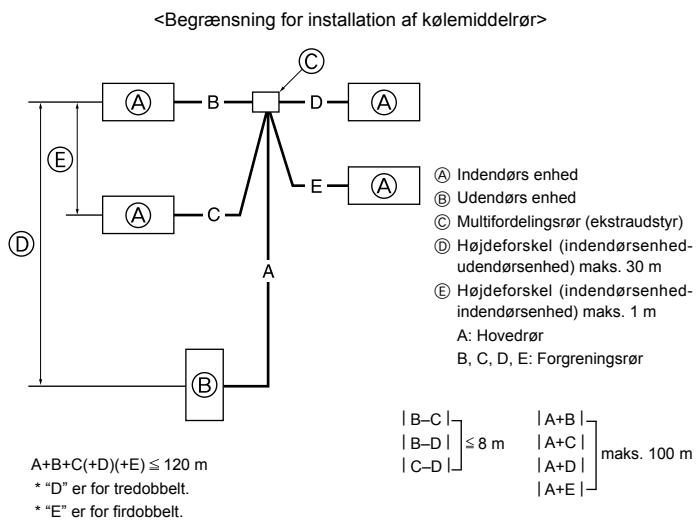

Fig. 4-9
4.8. For dobbelt/tredobbelts/firdobbelts kombination (Fig. 4-9)